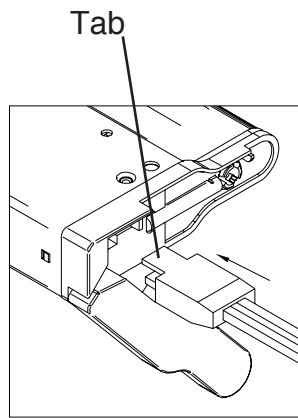
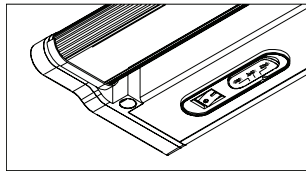

Figure 9
Figure 10
8. To install power cord to lead unit, locate end of fixture closest to Rocker Switch (6). Rotate the endcap (7) downward to fully expose the linking port. Remove Linking port cover (8) to access Linking Port.
9. Connect the Power-cord by aligning tab on power cord end with slot on linking port- **See Fig 9.** Close endcap (7) after Power cord is attached.
1. Locate CCT Switch (5)- See Fig 10 (Default color temperature setting is 3000K).
9. Conecte el cable de energía alineando la lengüeta en el extremo del cable de energía con la ranura en el puerto de enlace. Consulte la Fig. 9. Cierre el tapón (7) después de conectar el cable de energía.
1. Ubique el interruptor del CCT (5). **Ver Fig 10** (La temperatura de color predeterminada es 3000K).
8. Pour installer le cordon d'alimentation sur le premier appareil, localisez l'extrémité de l'appareil le plus près du commutateur à bascule (6). Tournez le capuchon (7) vers le bas pour exposer complètement le port de raccordement. Retirez le couvercle du port de liaison (8) pour accéder au port de liaison.
9. Connectez le cordon d'alimentation en alignant la languette sur l'extrémité du cordon d'alimentation avec la fente sur le port de raccordement (voir fig. 9). Fermez le capuchon (7) après avoir attaché le cordon d'alimentation.
1. Repérez le commutateur de la TCC (5). **Voir la Fig 10** (Le réglage de température de couleur par défaut est 3000K).